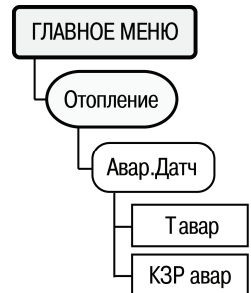

Рисунок 6.14
6.11.17 Для задания параметров работы прибора при обрыве различных датчиков служит пункт меню **//Отопление/Авар.Датч** (рисунок 6.14).